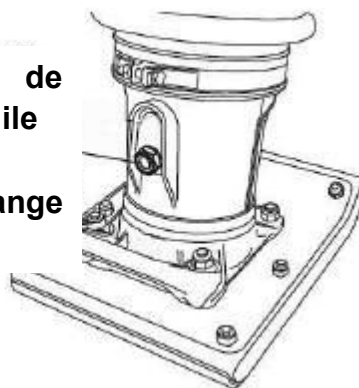

Figure13 Boîtier du Pied du Bouchon de Vidange
- Vidanger le réservoir d'huile sur le boîtier du pied(Figure13).Recharger environ 1,7 pt. (800 cc) d'huile à moteur 10W-30. L'huile devrait être à mi-chemin dans le voyant en verre. L'interruption de l'huile doit être modifiée après les 50 premières heures.